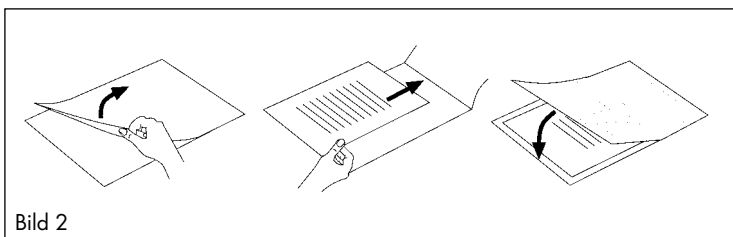

Bild 2
- ▶ Var noga med att bara använda en plastficka åt gången när du laminerar. Vik ut den först, så som visas på t ex bild 2.